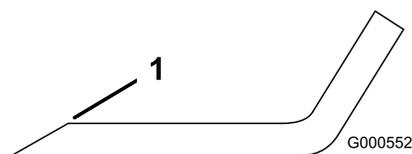

図 71
1. ブレードは、両端部の刃先をやすりで磨く 図 71。
注 もし傾くようなら、重い方のセイル部を少し削って調整します 図 71。